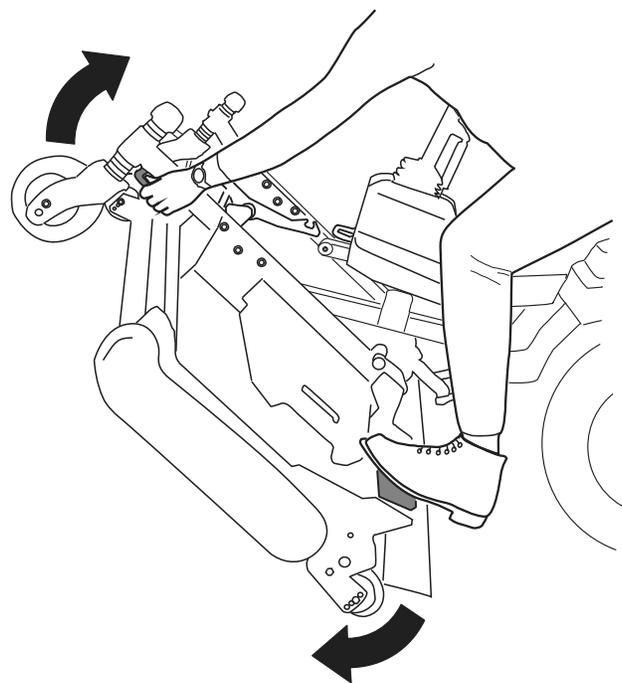
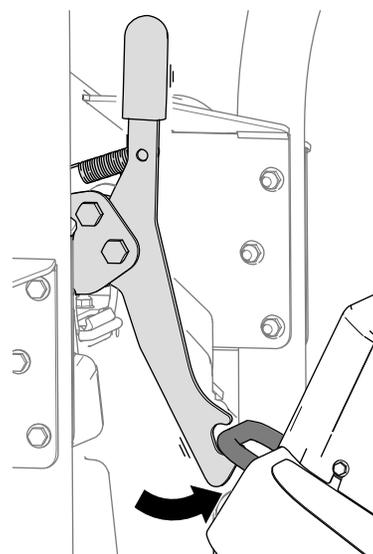
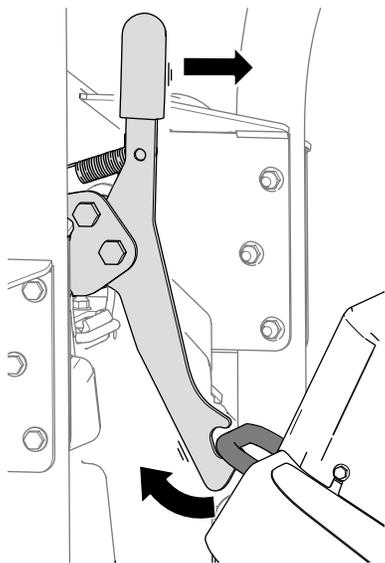

Рисунок 39
Рисунок 40
Рисунок 41
5. Поверните режущий блок (Рисунок 39) так, чтобы защелка вошла в зацепление с крепежным кронштейном (Рисунок 40).
1. Освободите защелку режущего блока от крепежного кронштейна (Рисунок 41), для этого немного поверните режущий блок вперед (см. Рисунок 39) и потяните рукоятку защелки вперед.